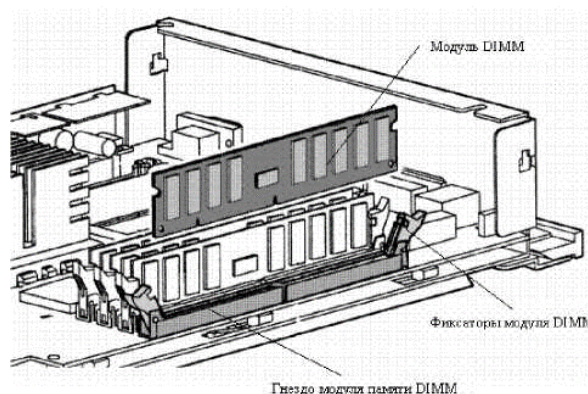

Рисунок 9
- в. Надавите на верхнее ребро модуля памяти, так, чтобы он плотно вошел в гнездо и сомкнулись защелки, фиксирующие модуль в гнезде. Защелки DIMM находятся в прижатом состоянии, когда модуль вставлен в слот, и откинуты в стороны, когда модуль вынут (рисунок 9).